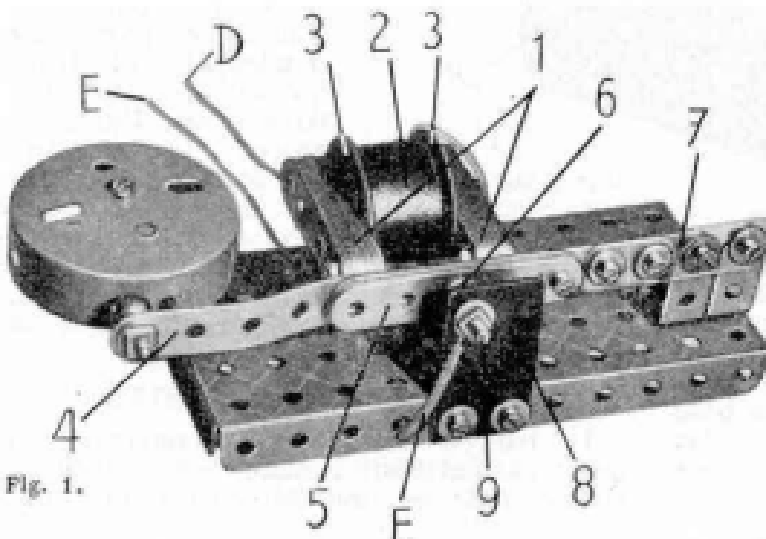

Fig. 1.
Pour construire la sonnerie qui permettra de prévenir le correspondant de la transmission d'un message, il vous faudra confectionner vous-même deux pièces isolantes (fig. 1).
Le marteau est un support de rampe fixé dans le dernier trou d'une bande de 11 trous (4). La bande (4) est légèrement cambrée et porte quatre bandes de 5 trous (5) formant la masse magnétique d'attraction. Le contact mobile est un boulon de 12 mm. (6) fixé au centre des bandes (5). La banderessort isolante (7) de la figure 1 réunit la bande (4) à la plaque à rebords par l'intermédiaire de deux équerres de 26 x 12 mm.
A sa sortie de la bobine, le fil (D) est réuni au bras du marteau par un des boulons qui fixe la bande (4) sur la bande (6). La pièce isolante (8) de la figure 1 est boulonnée sur le rebord de la base et porte le contact fixe. Ce dernier est un boulon de 12 mm. (9), muni d'un fil isolé (E). A l'arrêt, le contact mobile (6) doit toucher le boulon (9).